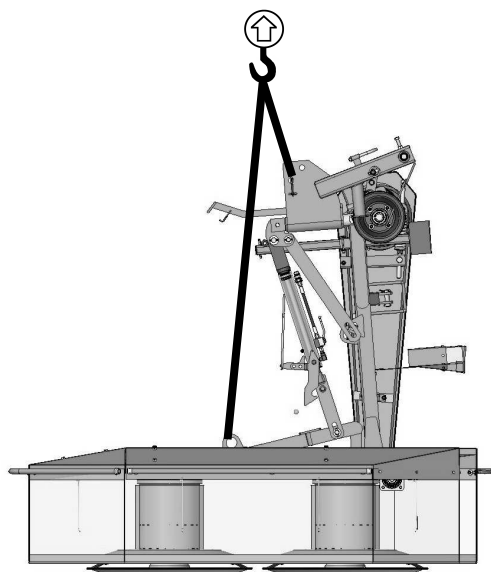

Рис. 4. Точки для транспорта
- Следует схватывать поднимающими устройствами исключительно в местах, указанных на машине и обозначенных видом крюка (**Рис. 4**),